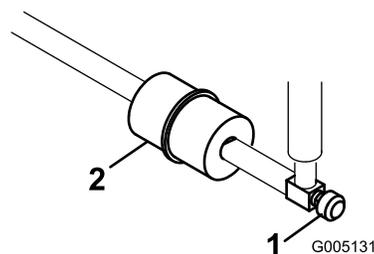

図 50
燃料フィルタはインラインタイプで、燃料タンクとキャブレタの間に設置してあります(図 50)。800 時間ごと、又は燃料の流れが悪くなれば交換してください。フィルタに付いている矢印をエンジンの方に向けて取り付けてください。
1. 燃料バルブを閉じ、フィルタのキャブレタ側についているホースクランプをゆるめ、燃料ラインからフィルタを外す(図 50)。
2. フィルタの下に容器を置き、もう一方のクランプも外してフィルタを取り出す(図 50)。